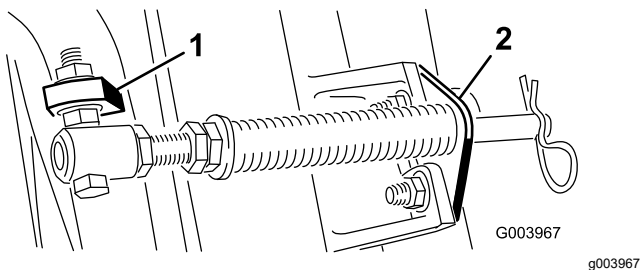

Figure 6
**Remarque:** Placez la tête du boulon sur le côté extérieur de la patte, comme montré à la Figure 6.
4. Montez le support de tige sur les pattes de l'unité de coupe à l'aide des boulons de carrosserie et des écrous (Figure 6). Sur l'unité de coupe, montez le guide-flexible gauche devant les